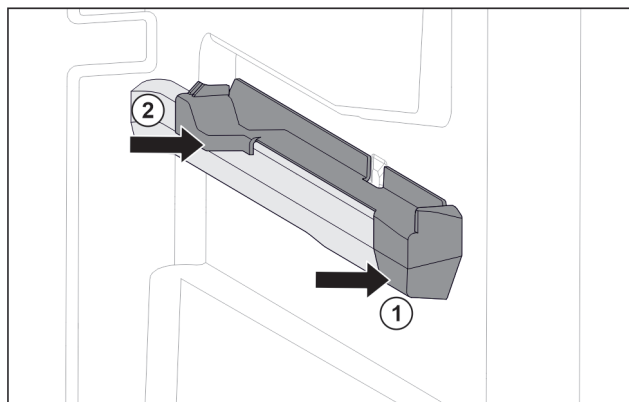

Fig. 119 Вставная часть на правом контейнерном ребре
- Наденьте вставную часть спереди на контейнерное ребро. Fig. 119 (1)
- Нажмите на вставную часть сзади. Fig. 119 (2)